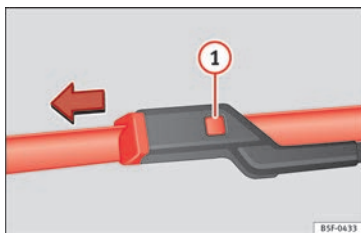

Fig. 62 Sostituzione delle spazzole dei tergicristalli.
- Tenere premuto il tasto di sblocco » **fig. 62** ① tirando delicatamente la spazzola nella direzione indicata dalla freccia.